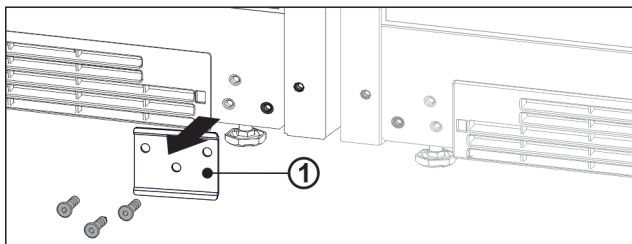

Fig. 14
- Pokud je nainstalován plech Fig. 14 (1), odšroubujte jej.